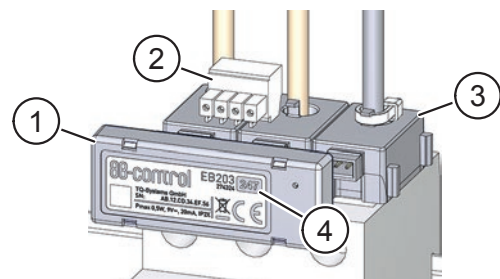

Abb. 5: Sensorbar auf Stromsensoren stecken
- ▶ Stecken Sie die Sensorbar (Pos. 1 in Abb. 5) auf die verketteten Stromsensoren (Pos. 3 in Abb. 5) und den Molex-Stecker (Pos. 2 in Abb. 5).
- ▶ Beachten Sie, dass alle miteinander verbundenen Sensorbars unterschiedliche Adressen (Pos. 4 in Abb. 5) aufweisen müssen.